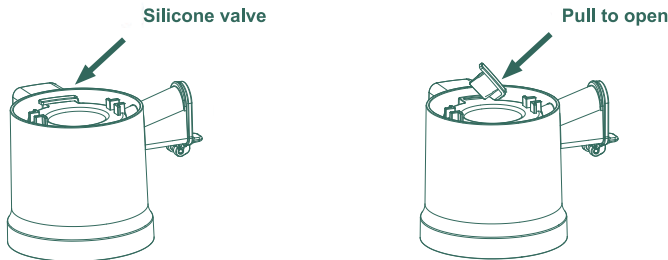

Abb. 15
3. Bitte reinigen Sie das Silikonventil unter der Saftschüssel. Ziehen Sie das Silikonventil wie in (Abb. 15) gezeigt heraus, um das Fruchtfleisch leicht zu entfernen, und spülen Sie es unter fließendem Wasser.